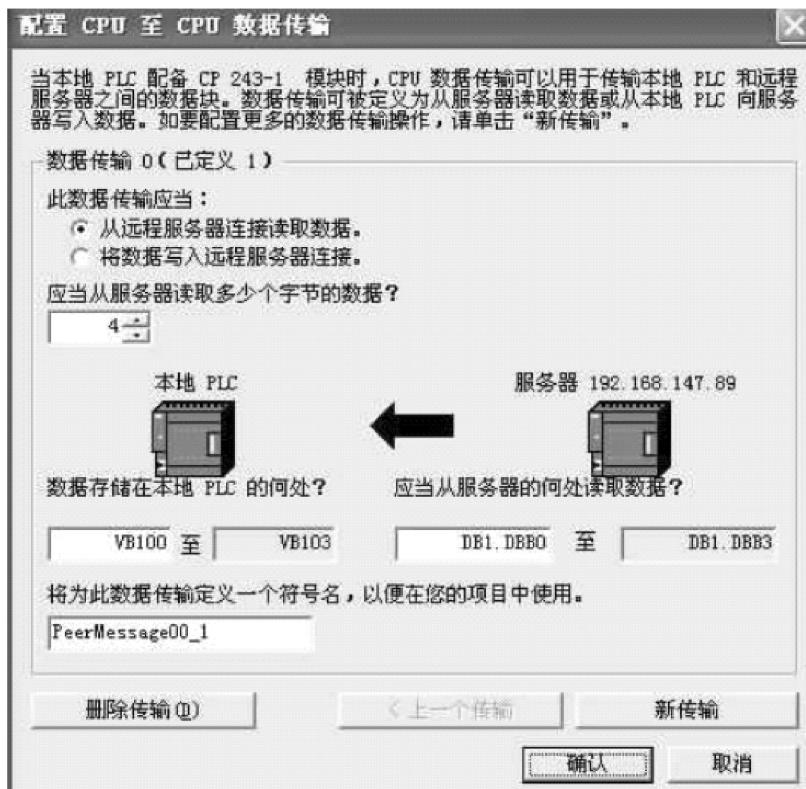
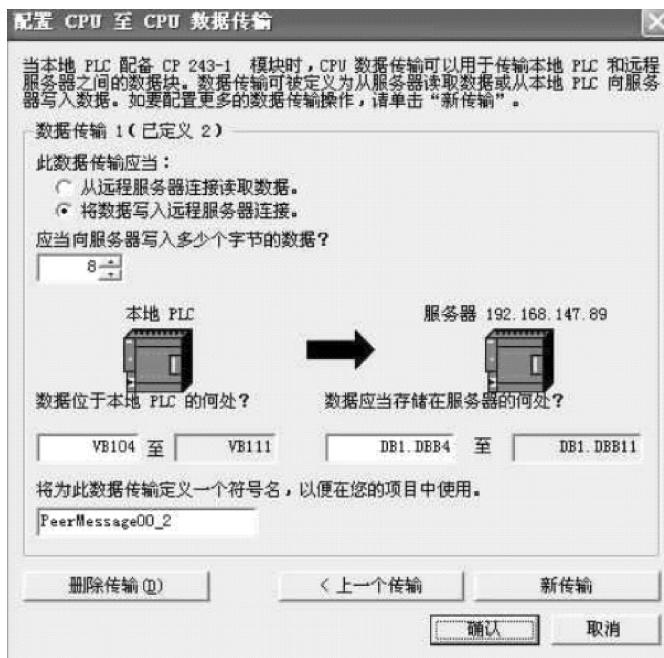

图 7-45 建立读连接
图 7-46 建立写连接
③ 选择使用“保持现用”功能。该功能使模块定期向对象发出信息, 使连接保持现用。
④ 为客户端连接指定一个符号名。可以使用为当前客户端连接自动定义符号名(本例选择默认符号), 也可以编辑符号名。请注意, 当程序请求启动与远程对象的连接时, 会使用为连接定义的符号名。
⑤ 选择定义本地 PLC 和远程对象之间的数据传送。最多可为一个特定连接配置 32 个独立的数据传送。单击“数据传输”标记, 并单击“新传输”, 将弹出配置 CPU 至 CPU 数据传输界面, 如图 7-45 所示。
在图 7-45 中, 每个 CPU 至 CPU 的数据传送可能包含一个从远程对象的数据读取或向远程对象的数据写入, 必须指定希望配置的传送类型, 将会自动为当前数据传送定义一个符号名。在结束向导作业时, 会建立一个包含符号名的全局符号表 (ETHx-SYM)。在程序请求开始与远程对象进行数据传送时需要使用这些符号名。
9) 单击图 7-45 中的“新传输”按钮, 建立写连接, 出现如图 7-46 所示画面, 并定义写连接的数据地址及字节个数。